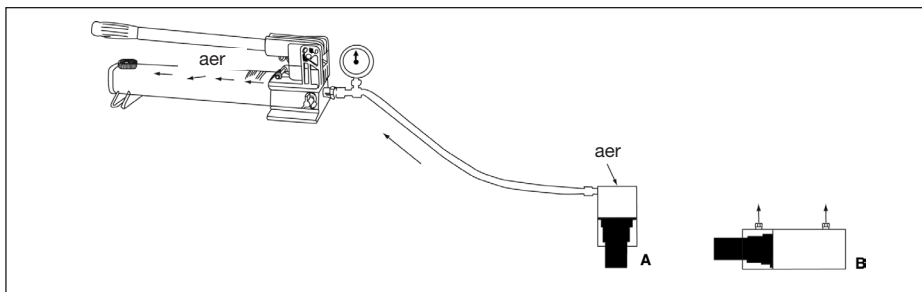

Figura 9
Îndepărtarea aerului din sistemul hidraulic va ajuta cilindrul să avanseze și să se retragă fără probleme (a se vedea figura 9).
3. Poziționați cilindrul cu capătul pistonului în jos (în sus, dacă utilizați cilindrul de tragere). Consultați Figura 9 de mai jos.
3. Așezați cilindrul în poziție orizontală, cu orificiile în sus. Consultați Figura 9.